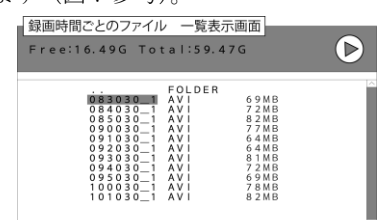

図11
- ⑤続いて、ディスプレイに“録画時間ごとのファイル”が一覧表示されます。“上/下ボタン”、“左/右ボタン”で確認したいファイルへカーソルを合わせ、“決定ボタン”で確定してください（図11参考）。
- ⑥ディスプレイに録画ファイルが映し出され、再生が開始されます。
- ⑦録画ファイル再生中に“決定ボタン”を押すと、再生を一時停止することができます。再度押すと再生が再開されます。